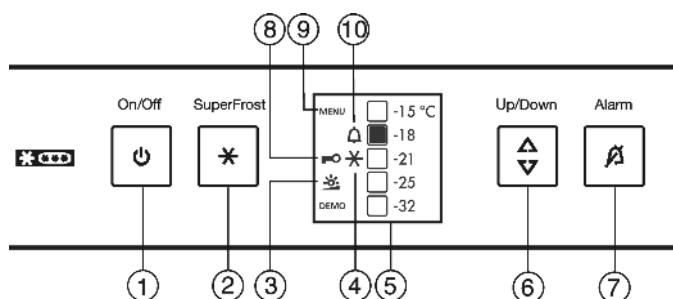

Fig. 3
- El símbolo de SuperFrost Fig. 3 (4) parpadea junto con el indicador de temperatura.